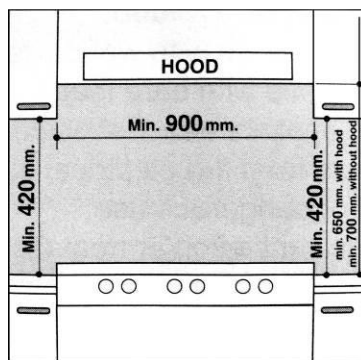

Рис.5
- c) Шафи повинні бути розташовані поряд з витяжкою принаймні на висоті 420 мм (Рис. 5).
- d) Витяжка повинна бути встановлена безпосередньо під шафою, яка має бути розміщена на висоті не менше 700 мм над стільницею, як показано на рис. 5.